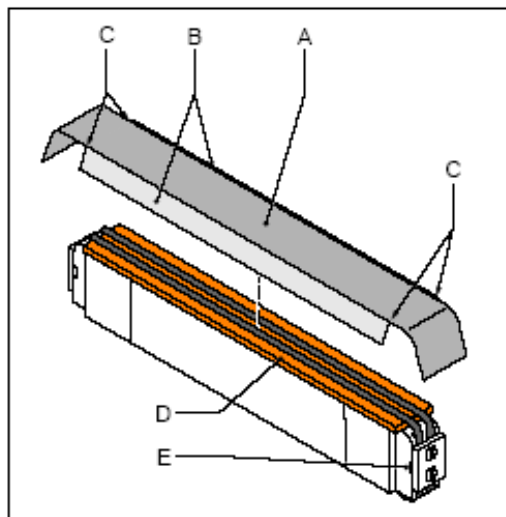

Fig. 8-8 Aplicación de cinta de teflón
2. Saque la cinta de teflón, que se ha pegado en la barra (Fig. 8-8).
3. Saque las placas de montaje (C) en ambos extremos de la barra de sellado destornillando los tornillos. De este modo se sueltan los alambres de sellado (B) y/o el alambre de sellado y de corte.
1. Aplique, si fuera necesario, nuevas tiras de tejido de consistencia vidriosa en la barra de sellado (Fig. 8-8).
2. Inserte los alambres nuevos (B) detrás de una placa de montaje (C) y procure que el principio de los alambres esté al mismo nivel que la parte inferior de la placa de montaje. Ajuste ahora los tornillos (D).
5. Estire los alambres lo más que se pueda con unas tenazas (A) y ajuste los tornillos de la placa de montaje (D).
Aplicar una nueva cinta de teflón en la barra de sellado (Fig. 8-8)